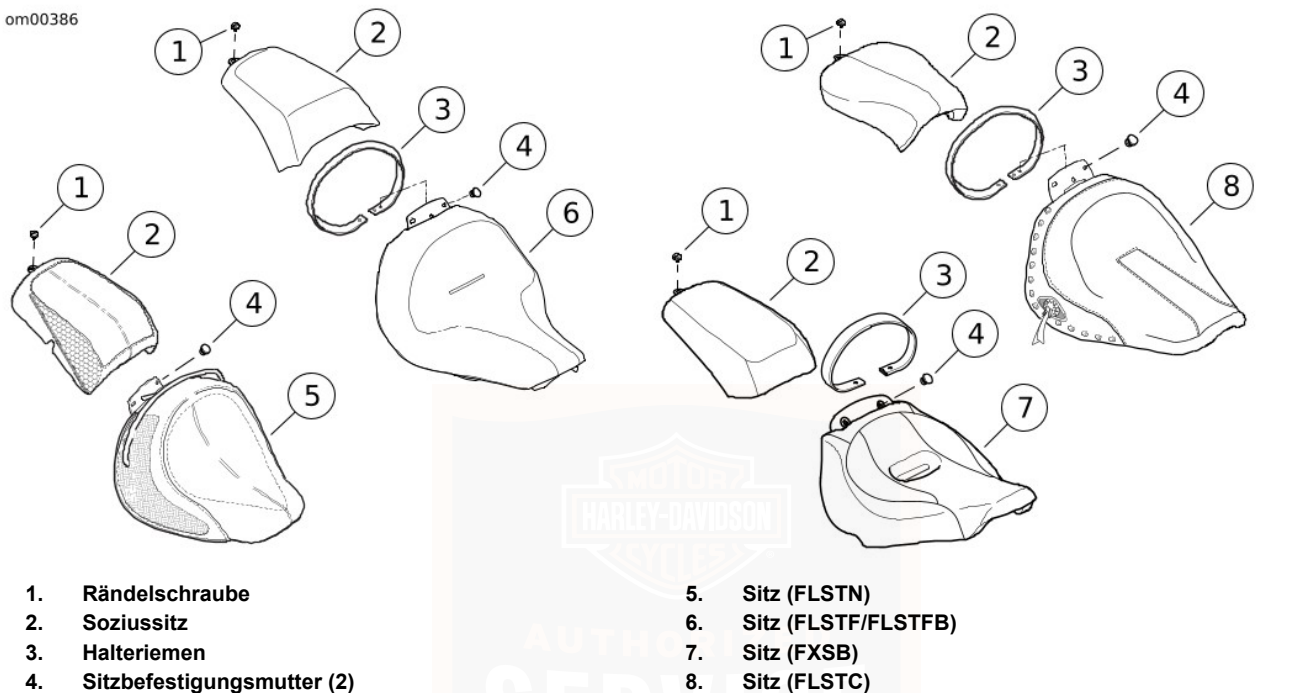

Abbildung 64. Sitz: FLSTN/FLSTF/FLSTFB/FXSB/FLSTC
1. Siehe Abbildung 64. Flügelschraube (1) entfernen.
2. Den Soziussitz (2) abnehmen.
3. Die Befestigungsmuttern (4) entfernen.
5. Halteriemen (3) entfernen.
1. Siehe Abbildung 64. Den Sitzriemen (3) auf den Befestigungsstangen am Hinterradschutzblech anbringen.
3. Die Rückseite des Sitzes auf den Befestigungsstangen am Hinterradschutzblech anbringen. Die Befestigungsmuttern (4) aufschrauben und festziehen.
4. Die Schlitz am Soziussitz (2) in die Sitzbefestigungsmuttern hineinschieben.
5. Die Flügelschraube (1) anbringen und anziehen.